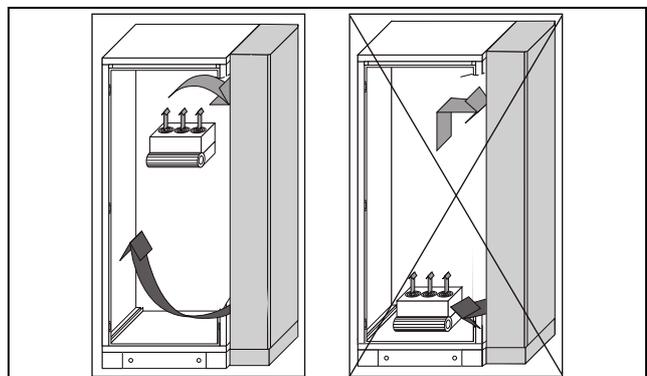

Fig. 3 : ne jamais diriger le courant d'air froid directement vers des composants actifs
- Prêter une attention particulière à la position des appareillages électriques dotés d'une ventilation active (fig. 3).